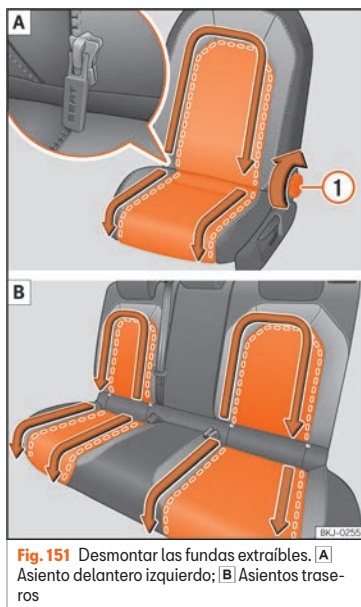

Fig. 151 Desmontar las fundas extraíbles. **A** Asiento delantero izquierdo; **B** Asientos traseros
- Incline el respaldo hacia atrás hasta que el tirador de la cremallera sea totalmente accesible »» fig. 151 ①¹⁾.
- Deslice los tiradores de la cremallera en la dirección de las flechas »» fig. 151. La funda intercambiable queda libre.
- Deslice los tiradores de la cremallera en dirección contraria a las flechas »» fig. 151.